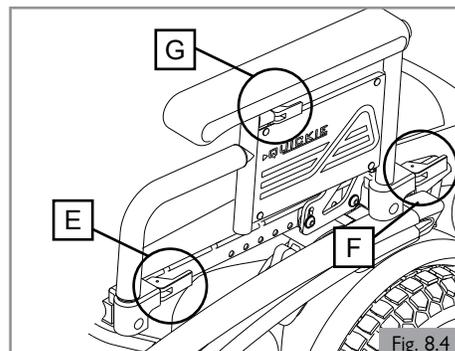

Fig. 8.4
**8.4 Reposabrazos ajustable en altura de dos posiciones (opcional) (Fig. 8.4)**